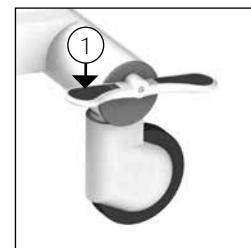

Figuur 2 Wielblokkering.
- De Marina kan op de rem worden gezet door de blauwe lip (1) op het wiel, naar beneden te trappen (*Zie figuur 2*).
- Om de Marina van de rem te halen moet dezelfde lip van het wiel omhoog bewogen worden, door aan de bovenkant van de lip te trappen (2) (*Zie figuur 2*).